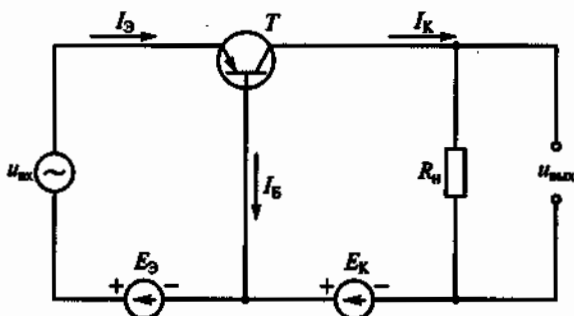

Рис. 183
7.20. Транзистор T на рис. 183 включен по схеме с общей базой. Могут ли превышать единицу коэффициент усиления по току K_i и коэффициент усиления по напряжению K_u ?